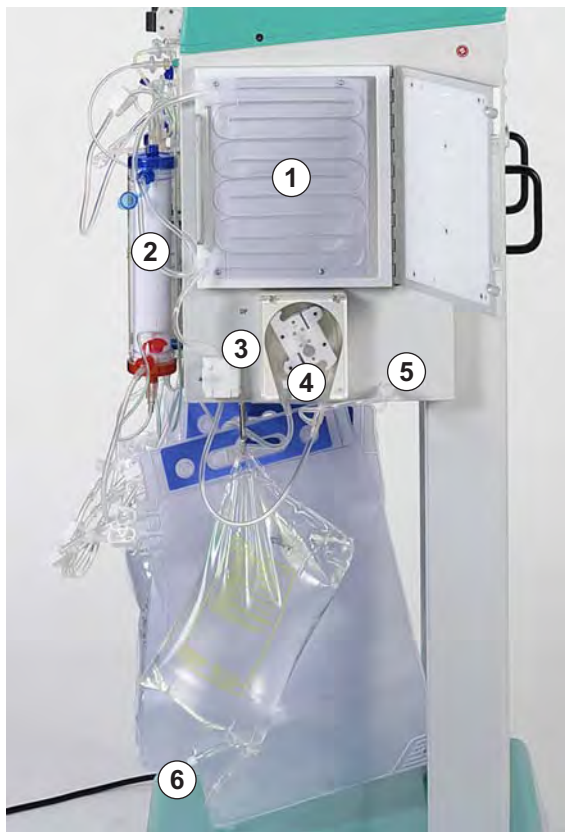

Рис. 5-14 Установка магистрали диализата
1. Вставьте нагревательный мешок с синим коннектором Хансена, направленным вверх в пластинчатый нагреватель (Рис. 5-14, ①). Используйте отверстия в мешке для фиксации мешка.
3. Подсоединить синюю входную магистраль к диализатору (Рис. 5-14, ②).
4. Установить синюю входящую магистраль в датчик воздуха диализата (DAD, Рис. 5-14, ③).
5. Вставить насосный сегмент магистрали диализата в насос диализата (Рис. 5-14, ④) с синей маркировкой слева.
6. Прикрутить датчик давления (Рис. 5-14, ⑤).
7. Подсоединить отвод магистрали диализата к подготовленному мешку диализата (Рис. 5-14, ⑥) и распечатать его.